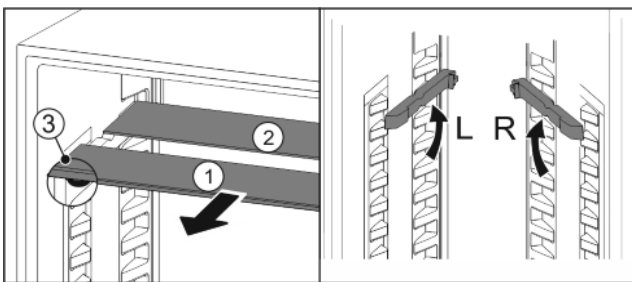

Fig. 23
- ▶ Glasplatten einzeln nach vorne herausziehen Fig. 23 (1).
- ▷ Glasplatte Fig. 23 (1) mit den Auszugsstopps liegt vorne.
- ▷ Stopps zeigen nach unten Fig. 23 (3).